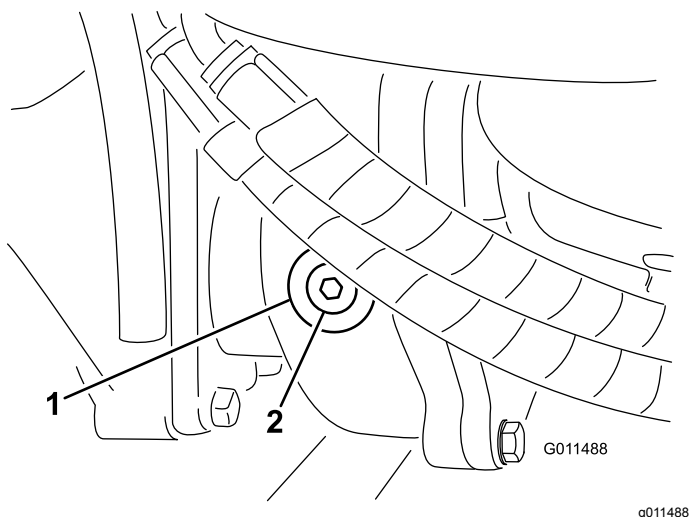

Figure 95
- Enlevez le bouchon de contrôle/remplissage du côté gauche du boîtier d'engrenages et vérifiez que le lubrifiant atteint la base de l'orifice (Figure 95).